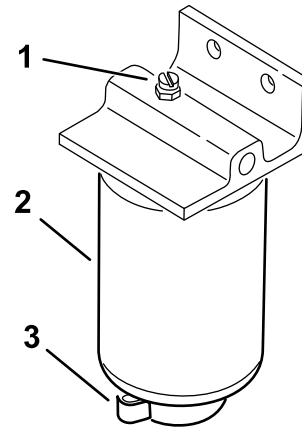

Figura 39
4. Abra el tapón de vaciado y la válvula de alivio del filtro (Figura 39).